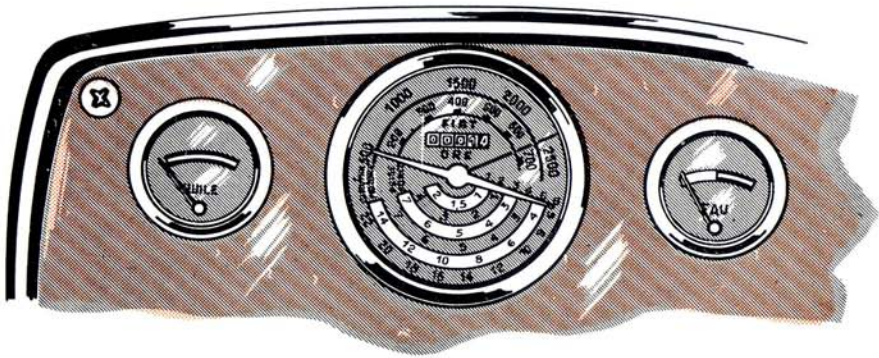

**FIG. 13 — Horotachymètre.**
**2° de donner en lecture directe sur le cadran gradué (fig. 13) :**